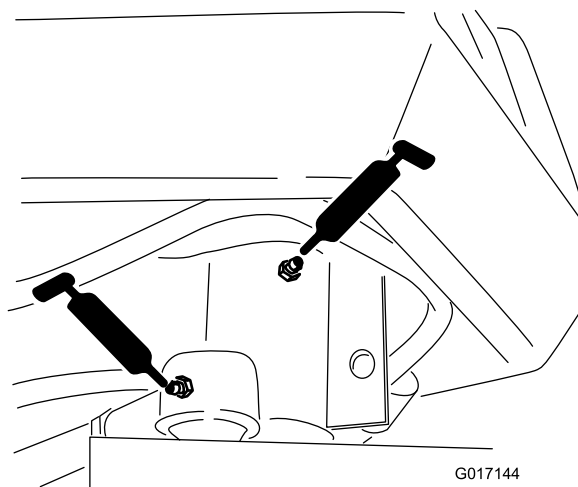

Figura 37
- Eixo da direção (1) (Figura 37)
- Extremidade da haste do cilindro da direção (Figura 37)